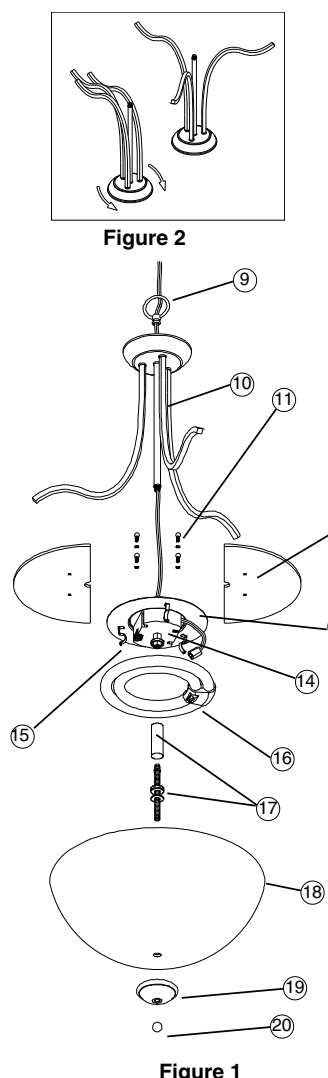

Figure 1
16. Install Glass Diffuser (18) by aligning with Threaded Rod protruding from Diffuser Spacer Assembly (17). Insure that foam washer is between glass and spacer. Secure with Decorative Cup (19) and Finial (20). See Fig. 1
16. Instale el Difusor de Cristal (18) alineándolo con la Varilla Roscada que sobresale del Ensamblaje Espaciador del Difusor (17). Asegure que la arandela de espuma está entre el espaciador y el vidrio. Asegure con Copa Decorativa (19) y Finial (20). Vea Fig. 1.